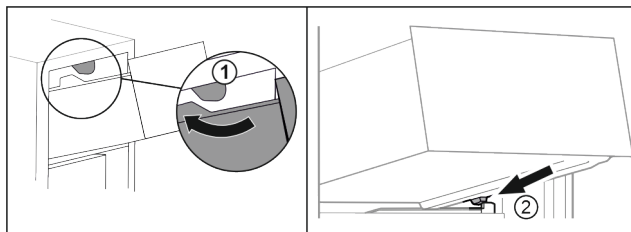

Fig. 22
- Prevedte zásuvku okolo horných zarážok. Fig. 22 (1)
- Nasadte zásuvku šikmo za dolnými zarážkami na rebro nádoby. Fig. 22 (2)